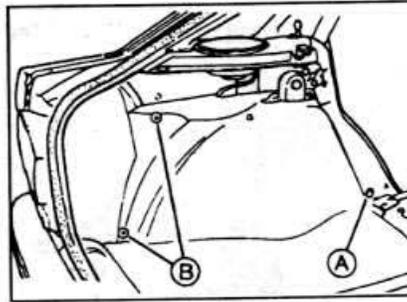

Рис. 11.72. Скобы (А) и винты (В) крепления отделки багажника моделей хэтчбек.
- С помощью рычага снимите скобы крепления отделки багажника (см. рис. 11.72, 11.73).